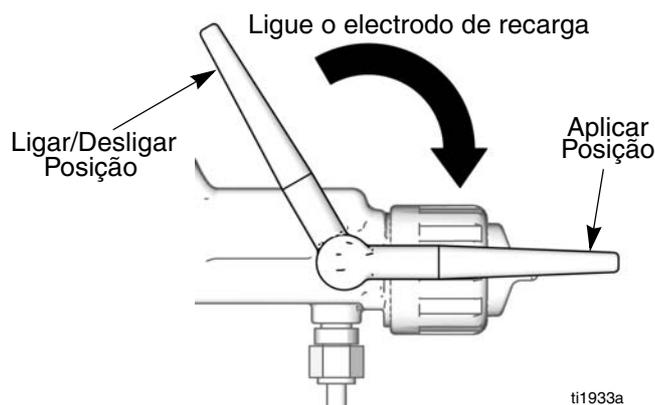

FIG. 4
2. Prima o electrodo na posição Ligar/Desligar mostrada na FIG. 4.